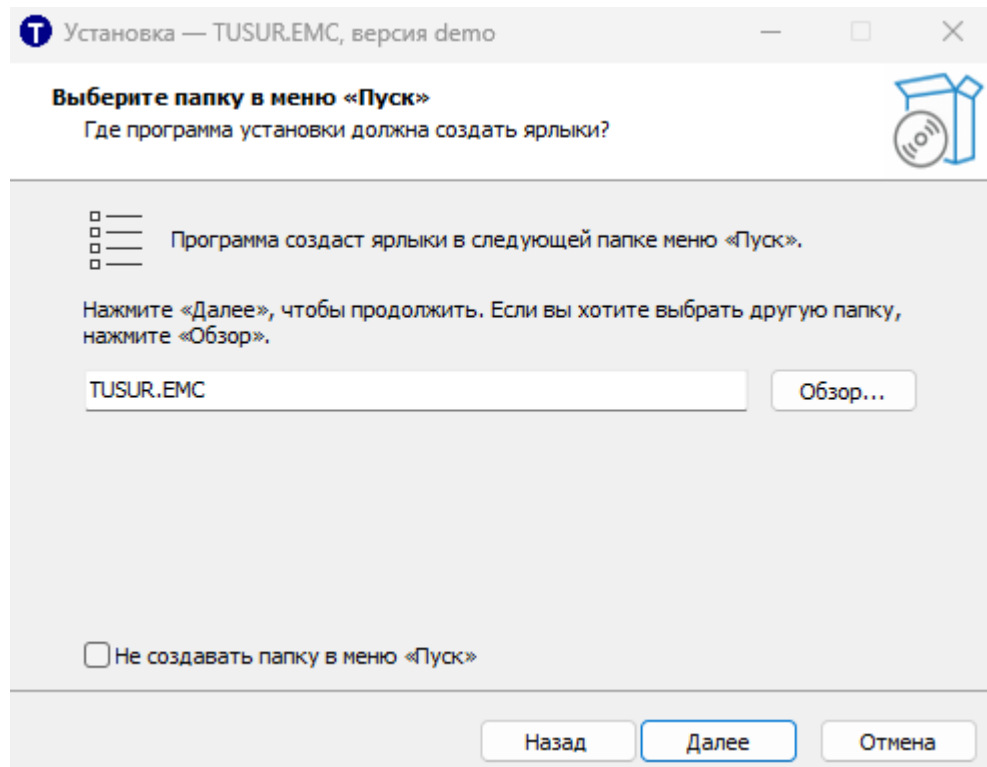

Рисунок 1.3 – Выбор папки в меню «Пуск» в мастере установки
3. Затем мастер установки предложит создать папку с возможностью выбора имени папки в меню «Пуск» для создания ярлыка ПО (также в это папке будет размещено руководство пользователя). При установке есть возможность отказаться от создания папки. Для этого в окне мастера установки нужно нажать флаговую кнопку «Не создавать папку в меню «Пуск» (рисунок 1.3). Затем нужно нажать кнопку «Далее».